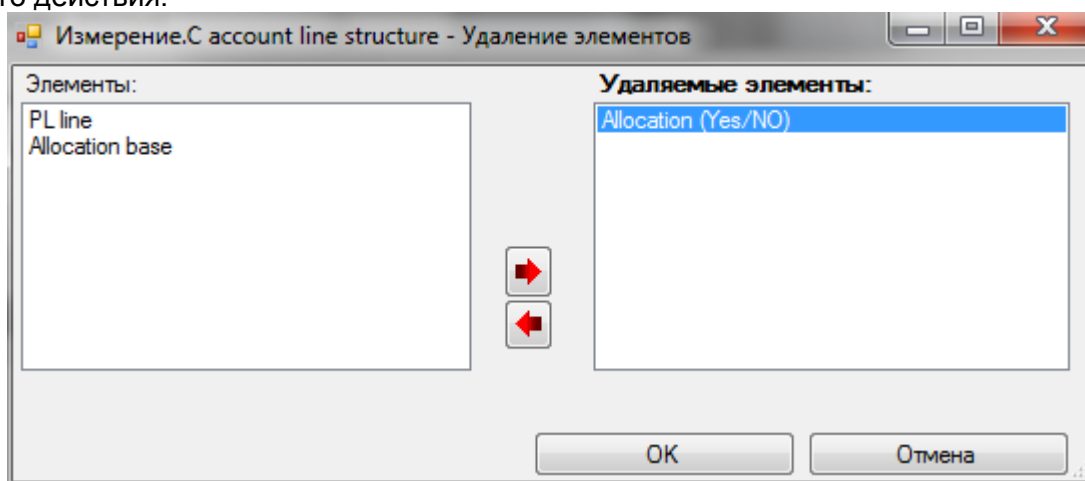

Рисунок 24
- Удаление элементов – открывает диалоговое окно для выбора элементов измерения, подлежащих удалению (рисунок 24). При попытке удаления элементов, участвующих в формулах для вычисления других элементов, будет выдано сообщение с запретом такого действия.